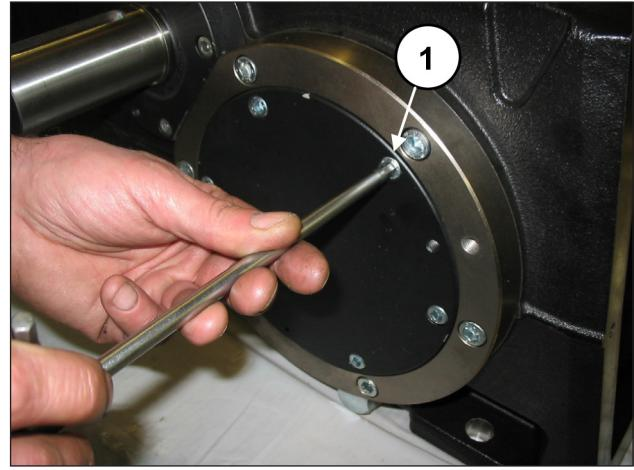

Fig. 10
Démonter ensuite les deux couvercles du coussinet en dévissant les vis correspondantes (rep. ①, Fig. 10).